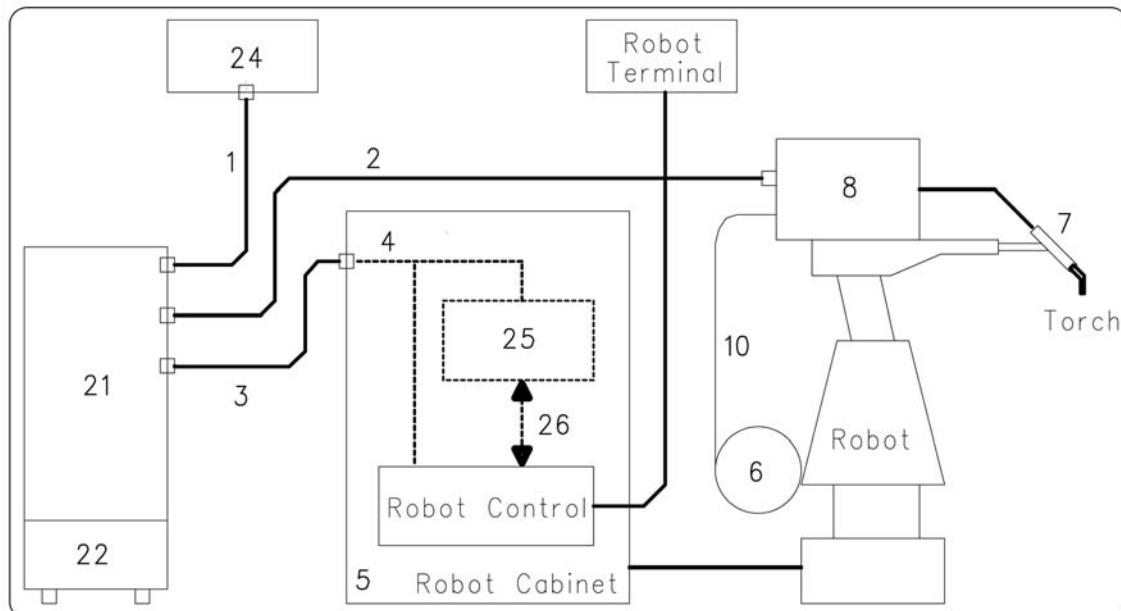

fig. 2
È composto da un Generatore, equipaggiato eventualmente di Gruppo di Raffreddamento, da un Carrello Trainafilo, da un Pannello di Controllo e, se necessario, da una Interfaccia Robot (vedi fig. 2).
**NOTA:** Se il Controllo Robot (Robot Control in fig. 2) dispone di linea di comunicazione di tipo CANopen, l'interfaccia (25) ed il cavo (26) non sono necessari.
#### **3.2 Messa in opera Generatore (fig. 2).**